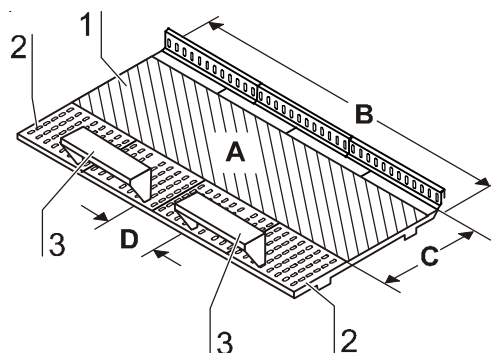

Fig. 9
**Fig. 9 :** La zone de travail **A** pour une protection optimale du produit s'étend sur la largeur totale **B** et la profondeur **C** du plan de travail [1]. Les deux supports des bras [3] sont positionnés à une distance **D** (20 cm) l'un de l'autre, et centrés par rapport à la zone de travail. Pour les fixer, les support des bras sont emboîtés dans la première rangée de trous [2] du plan de travail.